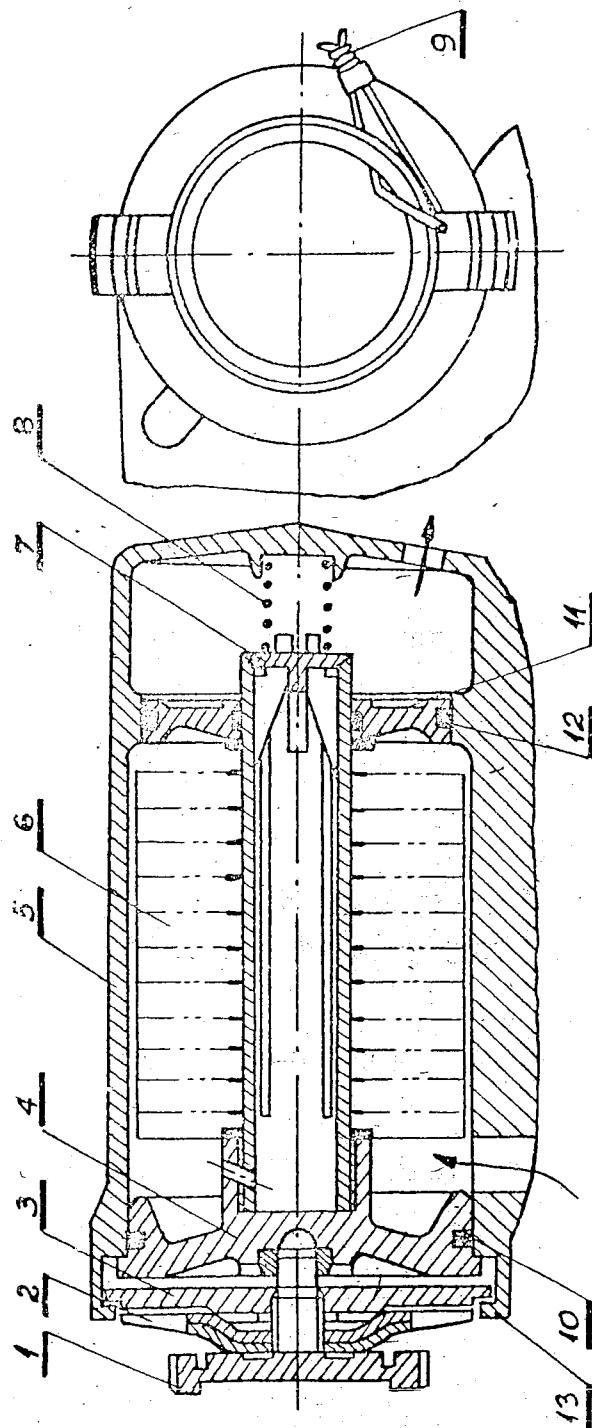

Рис. 6.3. Схема маслодильтра.
10. Осмотр и очистка маслоФильтра рис. 6.3.